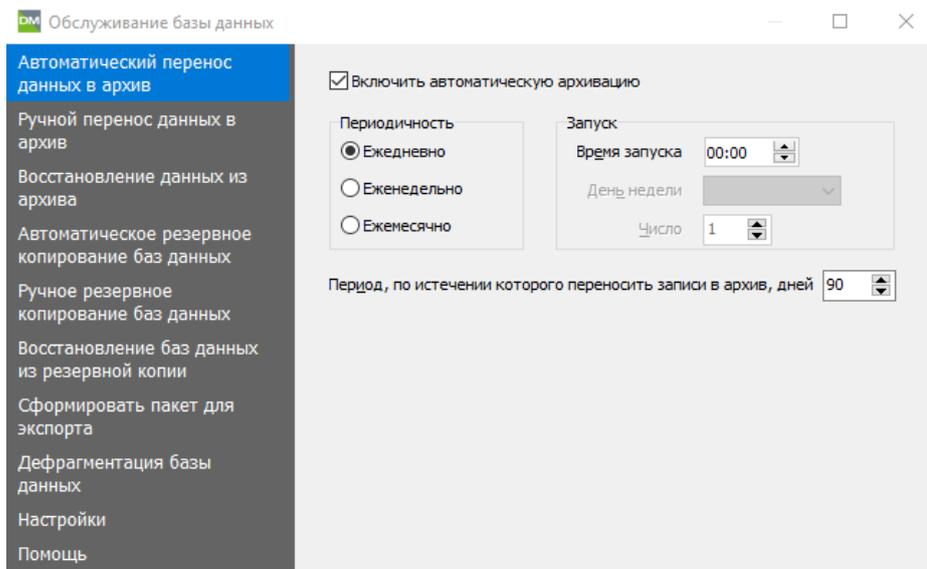

Рисунок 27.2 – Вкладка Автоматический перенос данных в архив, ежедневный перенос
- 1) В окне «Обслуживание базы данных» перейти на вкладку **Автоматический перенос данных в архив** (рисунок 27.2),
- Ежедневно: в этом случае необходимо указать Время запуска переноса данных (рисунок 27.2);